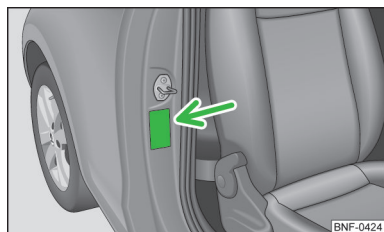

Fig. 11
- En el montante B del lado del acompañante » **fig. 11**. El adhesivo es visible al abrir la puerta del acompañante.